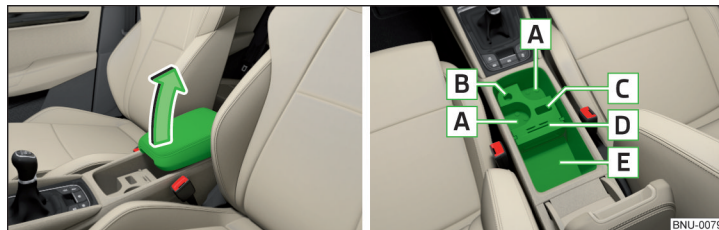

Abb. 113 Ablagefach öffnen / Innenraum des Fachs
- › Zum **Öffnen** des Ablagefachs die Armlehne bis zum Anschlag anheben » Abb. 113.
Innenraum des Fachs » Abb. 113;